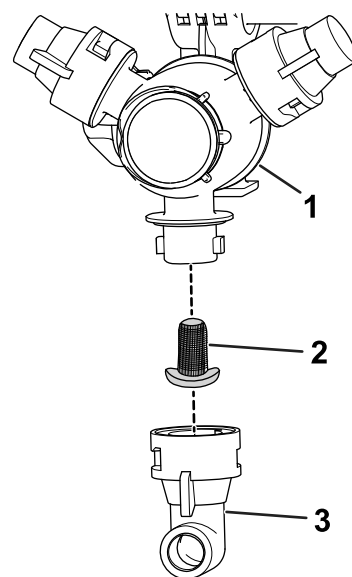

图 24
2. 从喷嘴转动架卸下喷嘴图 24。
3. 拆下喷嘴过滤器图 24。
5. 安装喷嘴过滤器图 24。
6. 将喷嘴安装到喷嘴转动架上图 24。